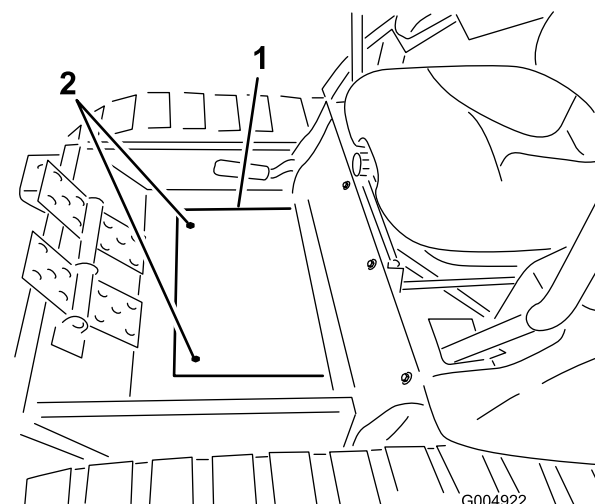

Figura 44
6. Retire os dois parafusos que fixam a cobertura da chapa do piso ao piso e retire a chapa (Figura 44).